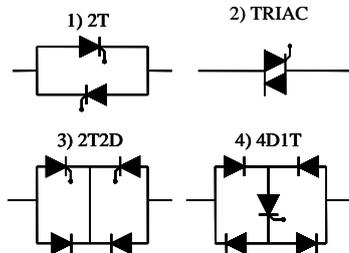
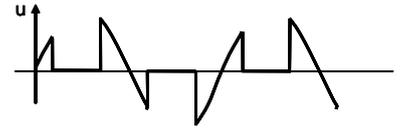

Figura C1.2
Figura C1.3
1. Justificar razonadamente para cada uno de los interruptores de corriente alterna representados en la Figura C1.2 si se puede obtener, en régimen permanente, la forma de la tensión en la carga (u) representada en las Figura C1.3.
Para una carga $R=1 \Omega$ y $L=520 \text{ mH}$ y el interruptor de CA formado por dos tiristores (configuración 2T de la Figura C1.2):
De las configuraciones de semiconductores representados en la Figura C1.2, son válidas la 1) y la 2) ya que configuran un interruptor bidireccional de forma que en cada semiciclo de la tensión del generador conseguimos controlar la tensión y corriente aplicada a la carga.